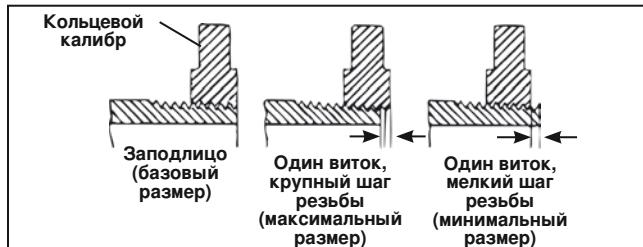

Рис. 25 — Проверка размера резьбы
- Посмотрите, насколько далеко торец трубы выступает сквозь кольцевой калибр. Торец трубы должен быть заподлицо со стороной калибра плюс-минус один виток резьбы (рис. 25). Если размер резьбы не измеряется надлежащим образом, отрежьте резьбу, отрегулируйте резьбонарезную головку и заново нарежьте резьбу. Использование резьбы, не выверенной должным образом по калибру, может привести к утечкам.